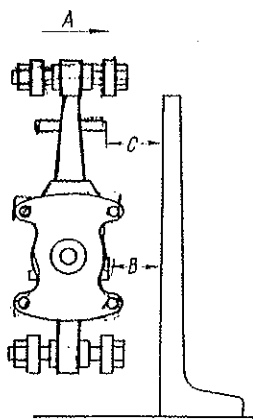

Bild 199 Prüfung des Achsschenkelbolzens auf Vor- oder Nachlauf:
2. Den Nachlauf des Achsschenkelbolzens mit Hilfe eines grossen Meßwinkels prüfen, der entsprechend Wasserwaage eingesetzt ist (Bild 199). Dieser Winkel läßt sich ebenfalls mit Hilfe eines Lots oder einer Senkrechtlibelle messen. Als Bezugsflächen dienen